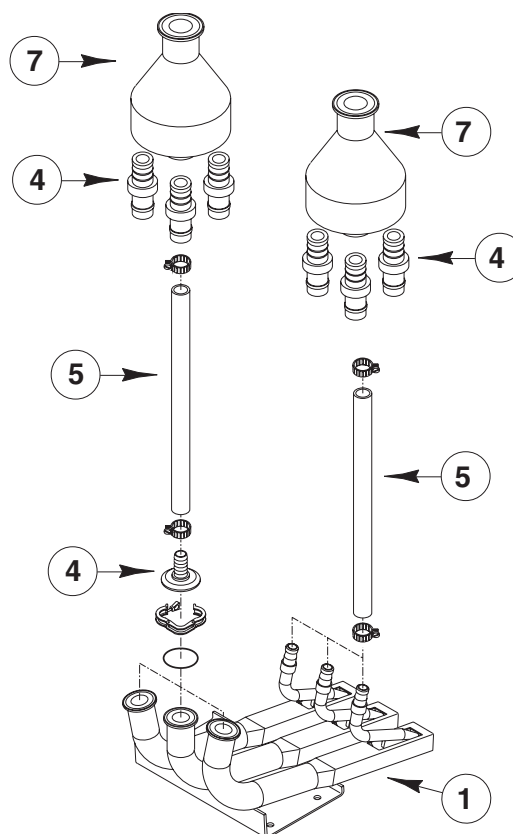

Fig. 7.2a
- Cuerpo extrusor (Pos.1, Fig.7.2a)
- Boquilla (Pos.4, Fig.7.2a)
- Tubos de conexión (Pos.5, Fig.7.2a)
- Distribuidores (Pos.7, Fig.7.2a)